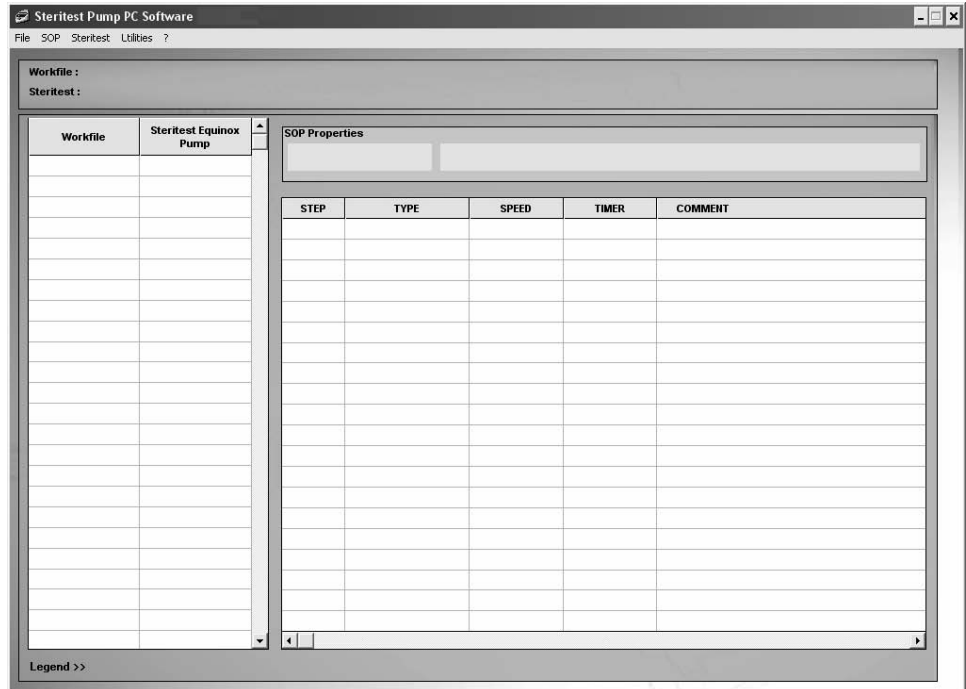

Figure 9 : Ecran de référence Steritest
4. Une fois que vous êtes connecté(e), l'écran de référence Steritest (Figure 9) s'affiche.